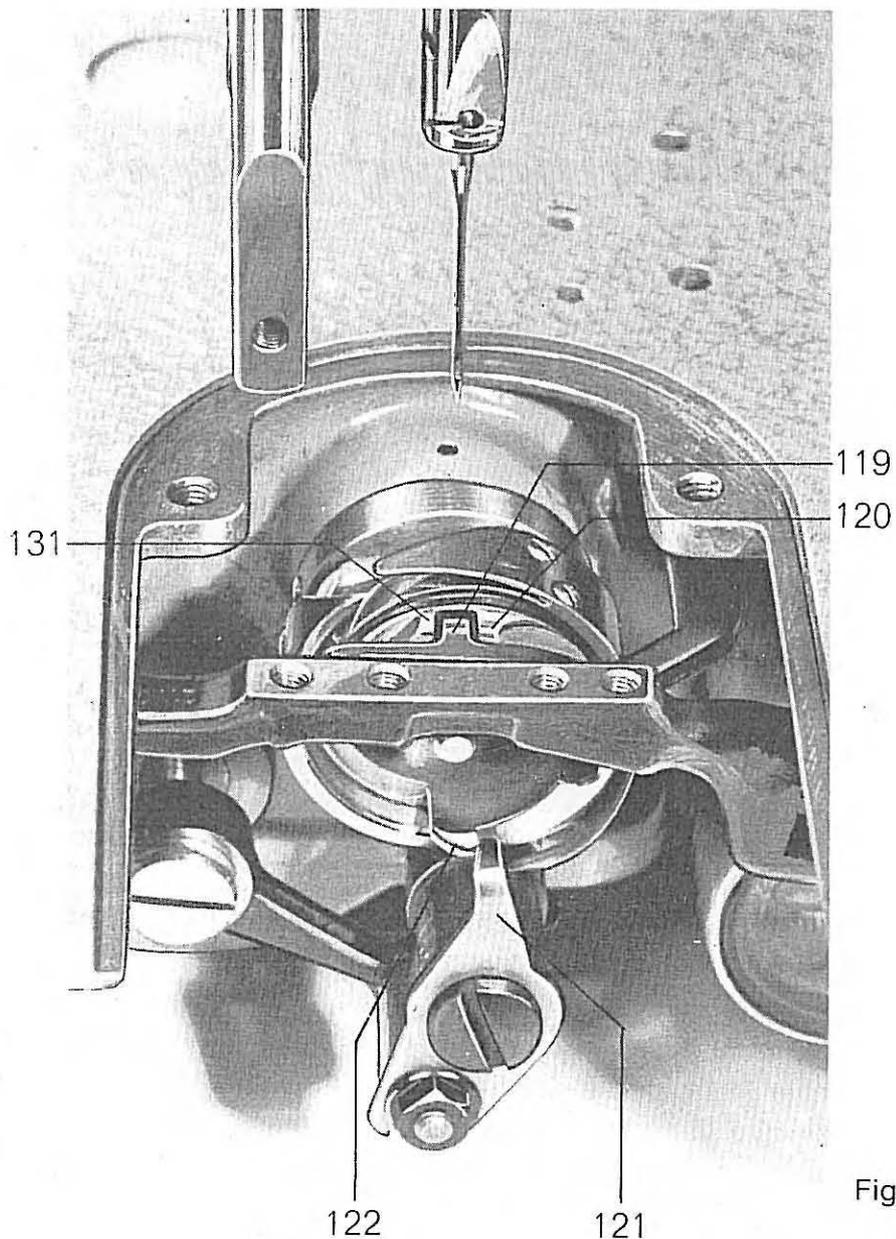

Fig. 23
19. Le doigt de dégagement du centre (fig. 23)
L'écartement latéral entre le doigt de dégagement 121 (fig. 23) et le support de la boîte à canette doit être de 0,8 mm, ce qui correspond à peu près à la mi-hauteur de l'érgot de butée 122.
2. que le support de la boîte à canette a été suffisamment reculé par le doigt de dégagement 121 (fig. 23) pour que, des deux côtés du cran d'arrêt de la boîte à canette, il reste une distance égale par rapport aux surfaces de touche 131 et 120 du support de la boîte à canette en poussant la boîte à canette dans le sens de rotation du crochet.
7. Tourner l'axe excentrique 126 de telle sorte en poussant à la main le boîtier dans le sens de rotation du crochet il reste de deux côtés du cran d'arrêt 119 (fig. 23) une distance égale par rapport aux surfaces de touche 131 et 120 du support de la boîte à canette.
En poussant à la main, pendant que l'on fait tourner la machine, le boîtier dans le sens de rotation du crochet, la boucle du fil d'aiguille doit avoir le libre passage aussi bien au doigt de dégagement 121 (fig. 23) qu'au cran d'arrêt 119.
20. Changement du crochet (figs. 23, 24, 26)
Maintenant, après avoir amené la griffe à son point culminant et après avoir desserré les deux vis de fixation du crochet, on peut retirer le crochet de son arbre et l'échanger contre un crochet neuf. En remettant le support de la boîte à canette du crochet à sa place, il faut avoir soin que le cran d'arrêt 119 (fig. 23) s'engage dans la rainure du support de la boîte à canette. L'écartement latéral de ces deux pièces, l'un par rapport à l'autre, est exact, si le support de la boîte à canette touche la butée 118 (voir chapitre 18).